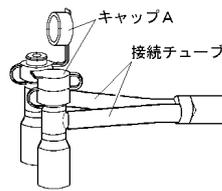

図 1
- ③ キャップA及びキャップBは、次の目的以外、常に閉じておくこと。
- ・ 挿管位置確認の際に、何れかのキャップAを開け、気管支内視鏡等を挿入する。（図.1）
- ・ 喀痰吸引の際に、何れかのキャップAを開け、サクシオンチューブを挿入する。（図.1）